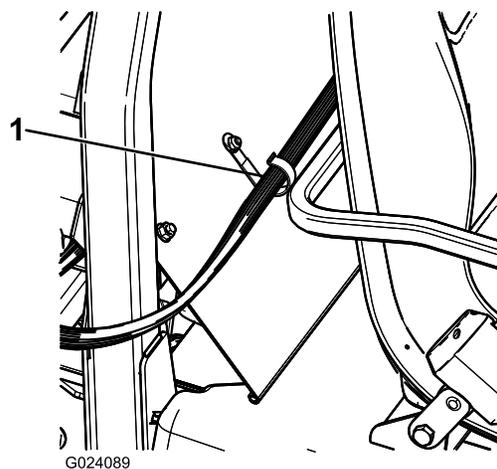

Figure 22
- À l'aide d'un boulon (1/4 x 1/2") et d'un écrou à embase (1/4"), fixez un clip en J derrière le siège du passager (Figure 22).
- À l'aide des clips en J, fixez le faisceau de câblage du boîtier de commande à la console et au couvercle de la structure ROPS (Figure 22).